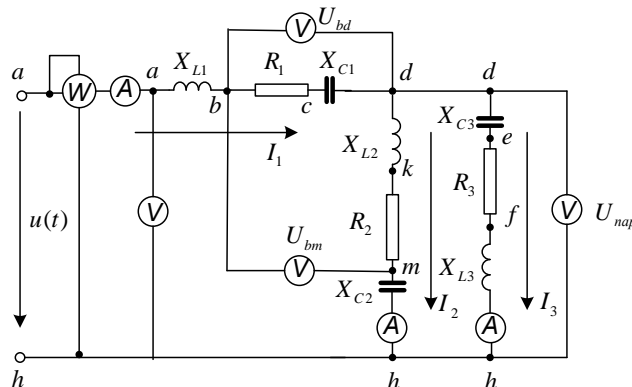

Рис. 4.1
1. По базе данных (табл.4.1) для своего варианта определить параметры электрической цепи (рис. 4.1), питающей от однофазной сети несинусоидального тока  $u(t) = U_0 + U_{m1} \sin(\omega t + \varphi_{u1}) + U_{m3} \sin(3\omega t + \varphi_{u3})$ .